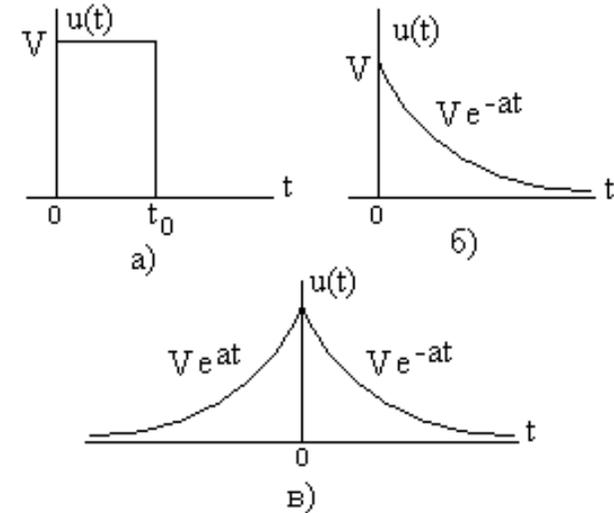

Рис. 34
6.2. Определите комплексные спектральные плотности, спектры амплитуд и фаз одиночных сигналов, показанных на рис. 34, постройте их графики.
4. В цепи рис. 34 получите **выражения** для напряжения на конденсаторе в колебательном, критическом и аperiodическом режимах. При найденных параметрах контура рассчитайте зависимости напряжения от времени, постройте графики. Сравните их с экспериментальными осциллограммами.